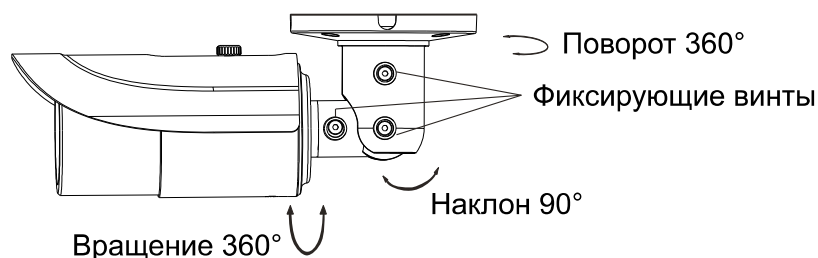

Рис. 5.3. Регулировка направления обзора
4. Отрегулируйте кронштейн. Прежде чем приступить к регулировке кронштейна, выведите изображение от видеокамеры на монитор. После этого ослабьте фиксирующее кольцо, чтобы оптимальным образом подстроить поле зрения видеокамеры, как показано на Рис. 5.3. Завершив регулировку направления обзора, затяните фиксирующее кольцо.